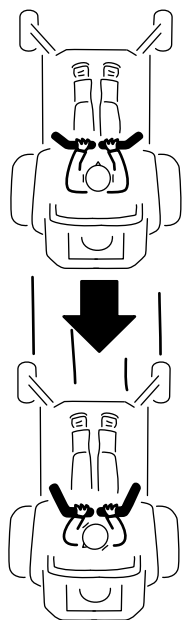

Figure 24
- 2. Pour vous déplacer en marche arrière, tirez lentement les leviers en arrière (Figure 24).